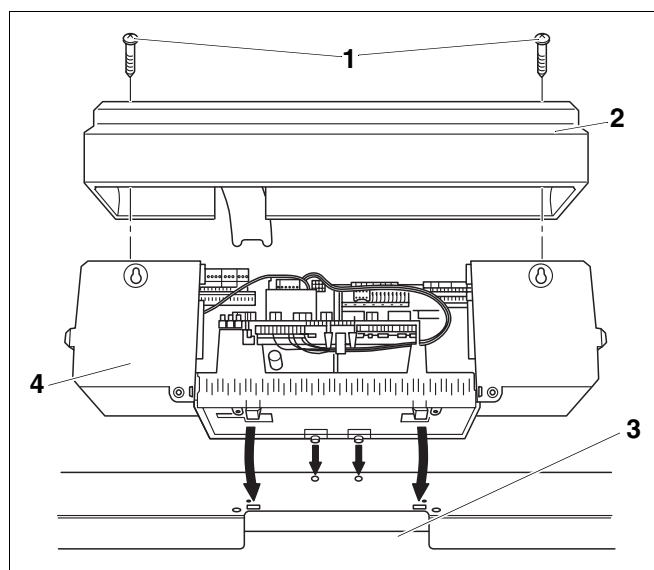
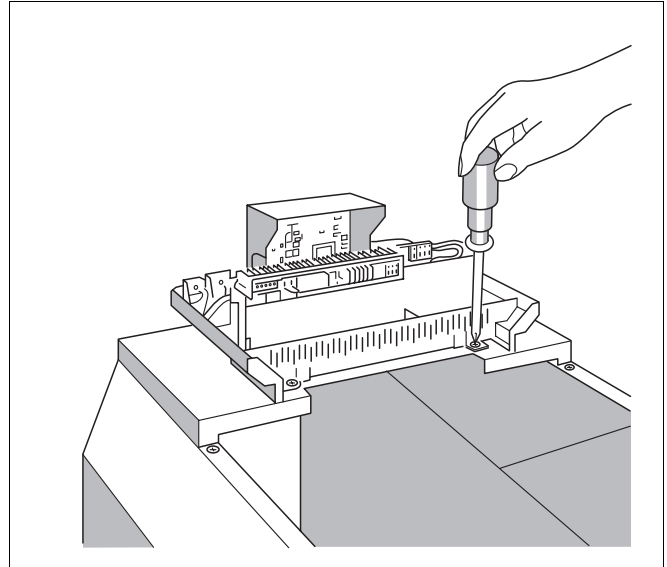
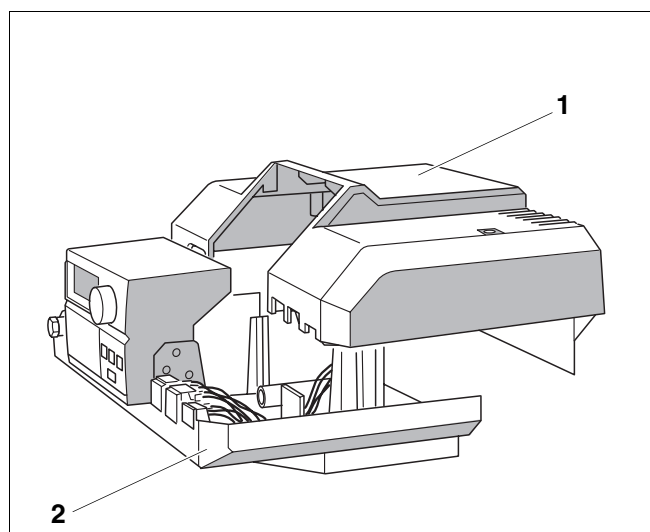

Abb. 19 Regelsystem Logamatic 4000 öffnen und aufsetzen
Abb. 20 Regelsystem Logamatic 2000
Abb. 26 Klemmenabdeckhaube aufsetzen
- Die beiden Schrauben (Abb. 19, **Pos. 1**) von oben aus der Klemmenabdeckhaube (Abb. 19, **Pos. 2**) herausdrehen und Haube abnehmen.
- Regelgerät leicht nach vorne kippen und so aufsetzen, dass sich die Einschiebehaken vorne in die ovalen Bohrungen einführen. Regelgerät nach vorne schieben und hinten abkippen, bis die beiden elastischen Haken rechts und links einrasten (Pfeile -Abb. 19).
- Kapillarrohrleitung durch den Kabeldurchgang (Abb. 19, **Pos. 3**) führen und auf Bedarfslänge abrollen.
- Regelgerät hinten rechts und links im Kabeldurchgang mit 2 Schrauben (Abb. 19, Seite 25, **Pos. 1**) auf der vorderen Kesselhaube anschrauben (Abb. 20).
- Klemmenabdeckhaube (Abb. 26, **Pos. 1** und Abb. 19, Seite 25, **Pos. 2**) aufsetzen und am Regelgerät (Abb. 26, **Pos. 2** und Abb. 19, Seite 25, **Pos. 4**) festschrauben.